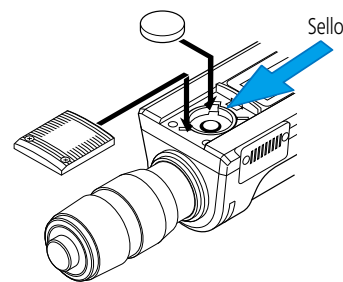

Fig. 2
8. Cuando vuelva a colocar la tapa de la batería, asegúrese de que el sello esté correctamente asentado. (Fig. 2)